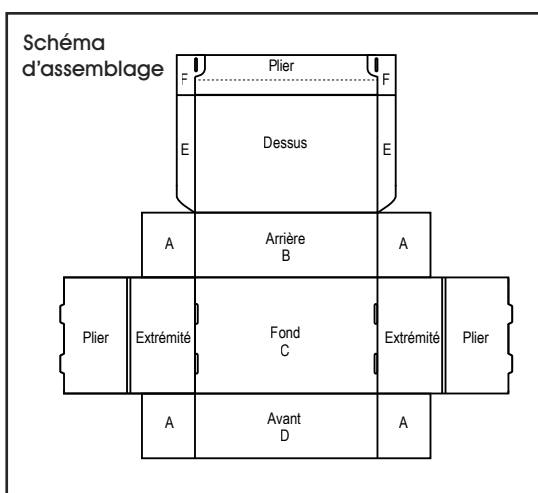

Figure 1
2. Pliez les panneaux arrière (B) et avant (D) bien vers le haut pour qu'ils soient perpendiculaires au fond (C). (Voir Figure 1)